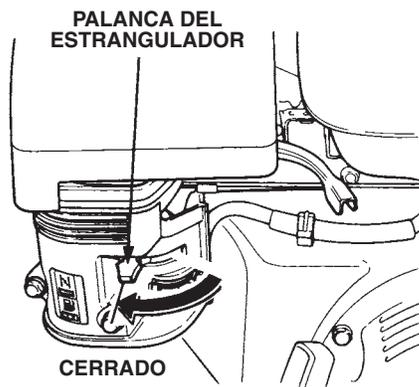

Figura 25. Palanca del estrangulador cerrada
6. Si se ha puesto en funcionamiento el motor, regrese lentamente la palanca del estrangulador (Figura 25) a la posición **CLOSED** (CERRADO). Si el motor no se pone en funcionamiento, repita los pasos 1 a 5.